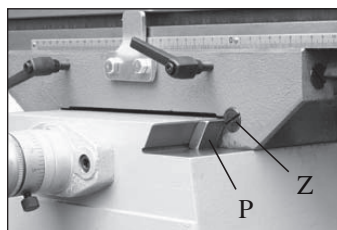

Fig. 12
Maskinen er udstyret med en hagekilejustering Z1 (fig. 12) for at kompensere for slitage og slør på tværbordet.
- Justér hagekilen ved at dreje hagekilens skrue Z (fig. 12) med en stor skruetrækker. Hvis hagekilen P (fig. 12) er for spændt, skal hagekilens skrue Z (fig. 12) løsnes ved at dreje den mod uret.
Maskinen er udstyret med en hagekilejustering Z1 (fig. 12) for at kompensere maskinen for udviklet rem til større bremsereaktion og torsionsstyrke. Remskiven bør udskiftes, når den er slidt eller defekt.